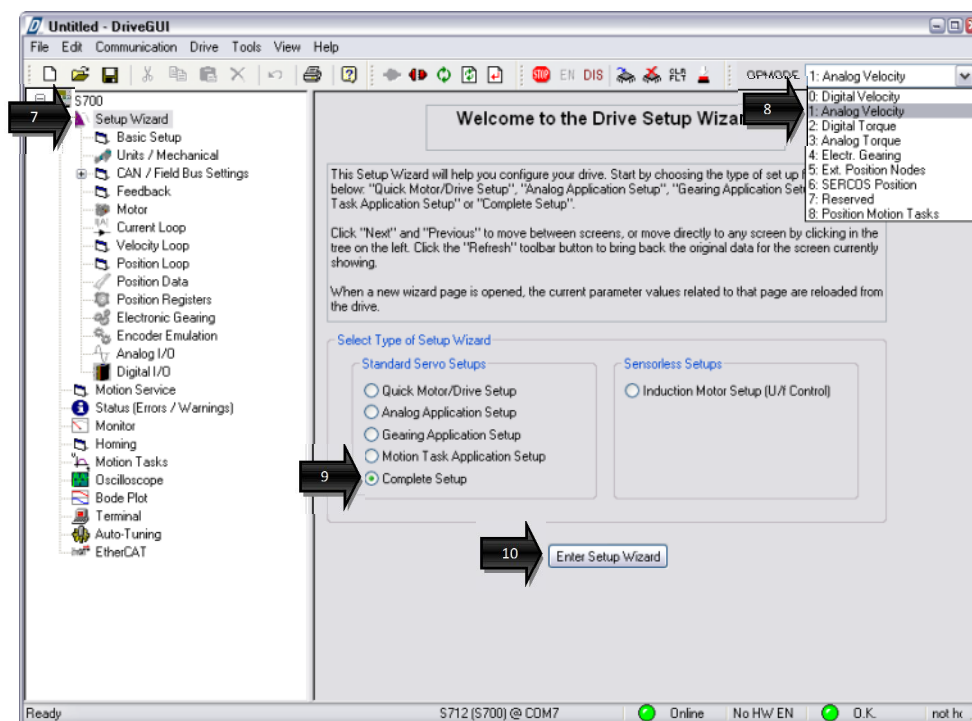

Рисунок 10 – Окно «Setup Wizard»
- 5.1 После выполнения операций по подключению к S700, описанных в пп. 3-4, для настройки привода требуется открыть мастер настройки «Setup Wizard» (рис. 10).